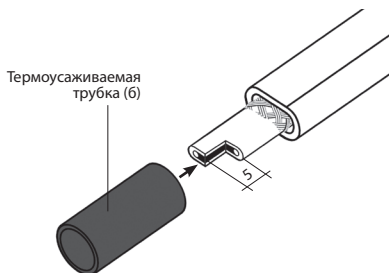

Рис. 11
Срезать конец кабеля ступенькой и надеть термоусаживаемую трубку (6) длиной 20 мм (см. рис. 11).